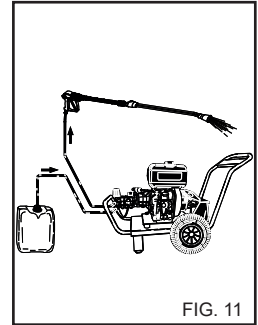

FIG. 11
1) Dopo l'uso con detersive, risciacquare il circuito di aspirazione; infilare il tubo di aspirazione (fig. 11) detersive in una tanica di acqua pulita e far funzionare la pompa per 1 minuto a rubinetto dosaggio completamente aperto e lancia in fase erogazione detersive.
- 4) Dopo l'uso con detergente, risciacquare il circuito di aspirazione; infilare il tubo di aspirazione (fig. 11) detergente in una tanica di acqua pulita e far funzionare la pompa per 1 minuto, e lancia in fase erogazione detergente.